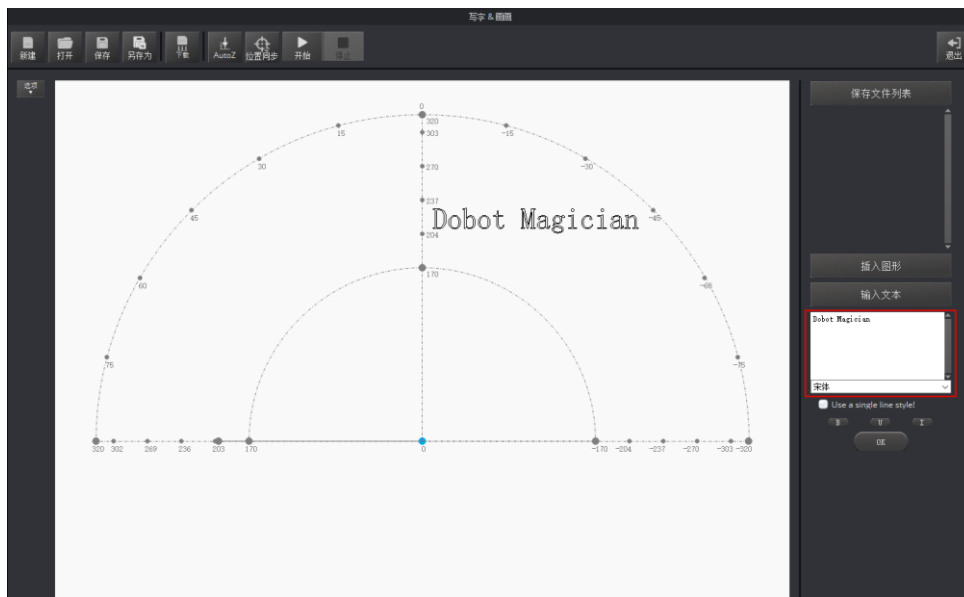

图 5.60 输入文本
- 在“写字 & 画画”页面右下方的“输入文本”区域手动输入文字，并设置文字样式，然后单击“OK”。如图 5.60所示。